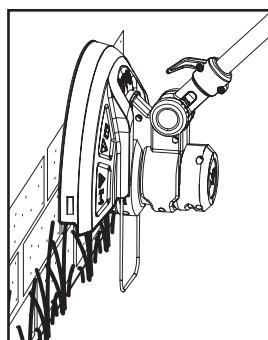

Fig. 18
1. S'assurer que le protège-lame (11d) est retiré et que le protecteur de plantes (13) est sorti avant l'utilisation.
2. Régler l'angle de la poignée principale (1) sur 90° ou 180° pour le bordurage (Fig. 18).